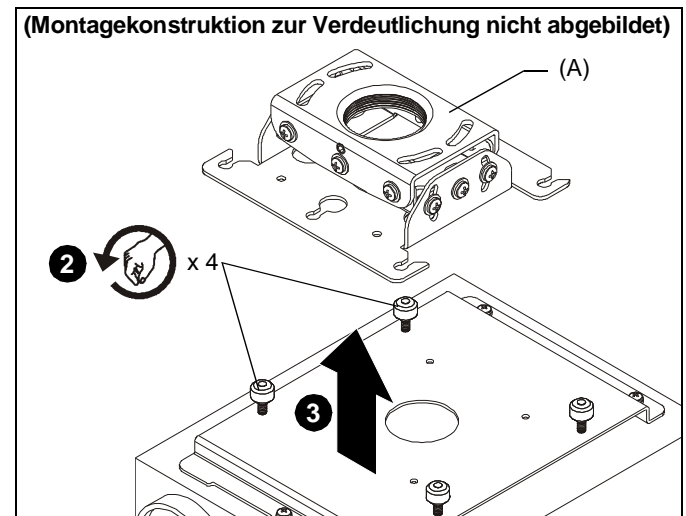

Abb. 7
2. Lockern Sie die Flügelmutter an der Anschlussplatte, entfernen Sie sie jedoch nicht. (Siehe Abb. 7)
3. Halten Sie den Projektor mit der daran befestigten Anschlussplatte unter die RPE-Projektorhalterung (A). (Siehe Abb. 7)